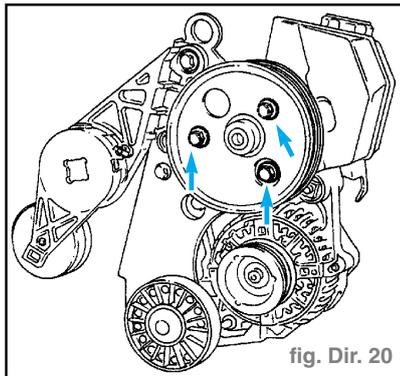

fig. Dir. 20
- le tuyau haute pression (HP)
- le tuyau basse pression (BP).
- les 3 vis (flèches) situées derrière la poulie, (fig. Dir. 20)